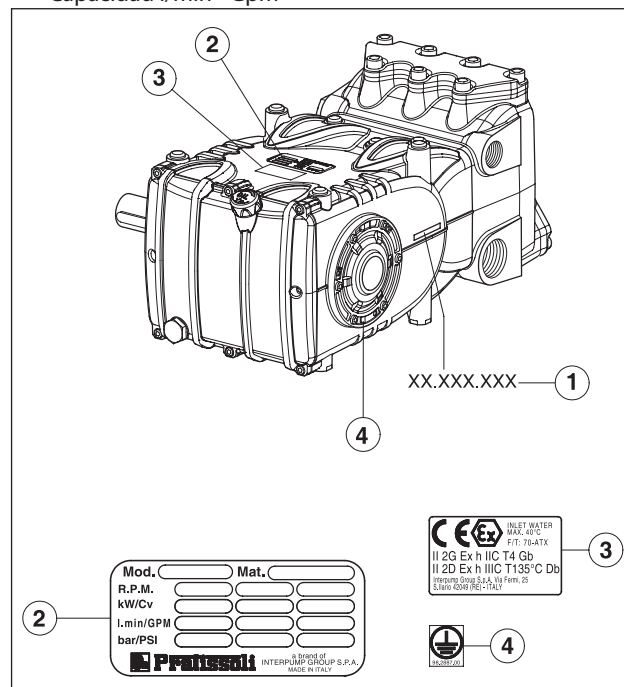

Fig. 1
Todas las bombas poseen un N° de serie XX.XXX.XXX específico, ver pos. ① y una placa de identificación, ver pos. ② de la Fig. 1, que contiene: